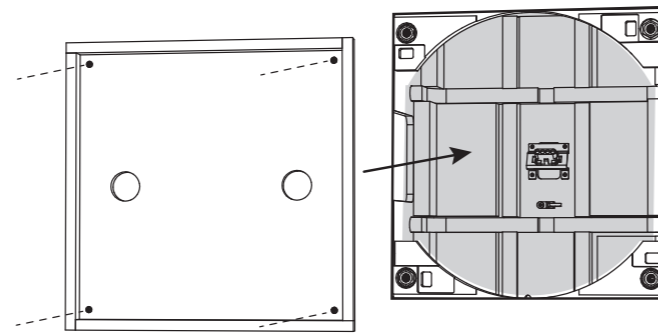

Fig. 5. Drywall Removed from the Aperture, and Cover Installed
2. Po zamontowaniu płyty gipsowo-kartonowej ostrożnie wyciąć otwór w płycie gipsowej odpowiednim narzędziem ręcznym, wykorzystując jako prowadnicę prostokątny otwór w tylnej części puszki (rys. 5). Uważaj, aby nie przeciąć przewodów głośnikowych ani żadnej drewnianej tylnej puszki. Upewnij się, że otwór w płycie gipsowo-kartonowej nie jest większy niż otwór z tyłu puszki. Usuń kurz i zanieczyszczenia z tylnej puszki.